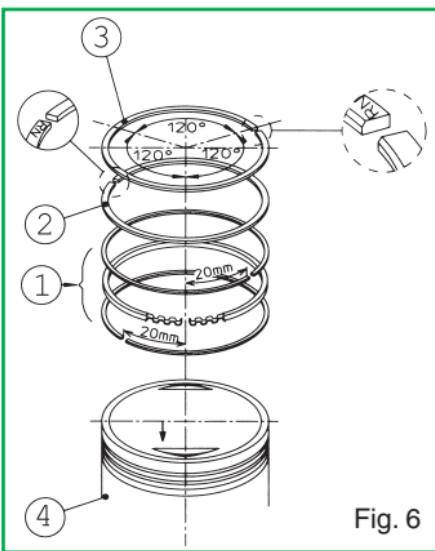

Fig. 6
- Introducir el expensor del segmento rascador de aceite en la específica ranura en el pistón, introducir el segmento rascador de aceite inferior y sucesivamente el rascador de aceite superior completando el montaje del rascador de aceite (Fig. 6 - Part. 1).
- Montar el segundo segmento con la parte estampada N dirigida hacia la parte superior del pistón, como indica la Fig. 6 - Part. 2.
- Introducir el primer segmento de compresión con la parte estampada N dirigida hacia la parte superior del pistón, como indica la Fig. 6 - Part 3.
- Posicionar las aperturas de los cortes de los aros elásticos como indica la Fig. 6.
- Posicionar el pistón en la biela e introducir el bulón nuevo. Asegurarse que la flecha marcada en la cabeza del pistón se encuentre dirigida hacia el lado del escape (Fig. 6 - Part 4).
- Controlar nuevamente que las aperturas de los cortes de los aros elásticos se encuentren posicionados como indica la Fig. 6.